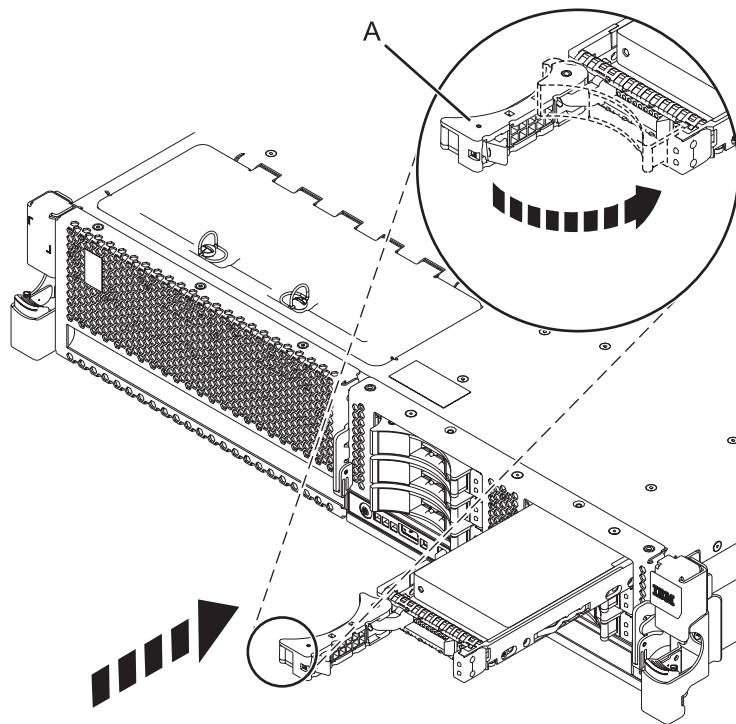

Figure 9. Installation de l'unité dans l'unité centrale
4. Faites glisser complètement l'unité dans l'unité centrale ou l'unité d'extension, et poussez la poignée de l'unité (A) jusqu'à ce qu'elle s'enclenche, comme indiqué dans la figure 9.